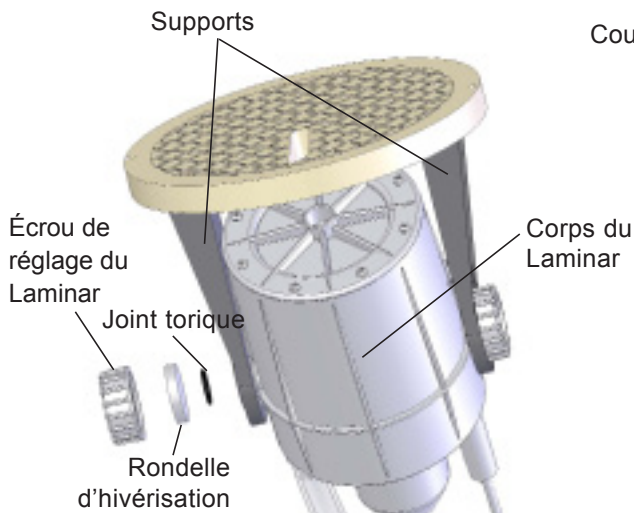

Figure 3
1. Écartez précautionneusement les branches du support et glissez le Laminar dans les passages que présentent celles-ci (Figure 3), en vous assurant que l'orifice du Laminar est orienté vers la fente supérieure du couvercle du boîtier à encastrer (Figure 4).